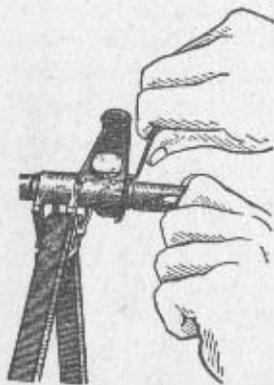

Bild 25 Abnehmen des Mündungsfeuerdämpfers
5. Den Mündungsbremsekompensator (MPI) oder den Mündungsfeuerdämpfer (IMG) abnehmen (Bild 25). Dazu mit dem Schraubendreher den federnd gelagerten Sperrbolzen im Kornhalter eindrücken und den Mündungsbremsekompensator oder Mündungsfeuerdämpfer vom Kornhalter oder Lauf entgegen der Uhrzeigerrichtung abschrauben. Bei Schwergängigkeit den Dorn in die Durchbrüche des Mündungsbremsekompensators oder in die Schlitze des Mündungsfeuerdämpfers einsetzen.